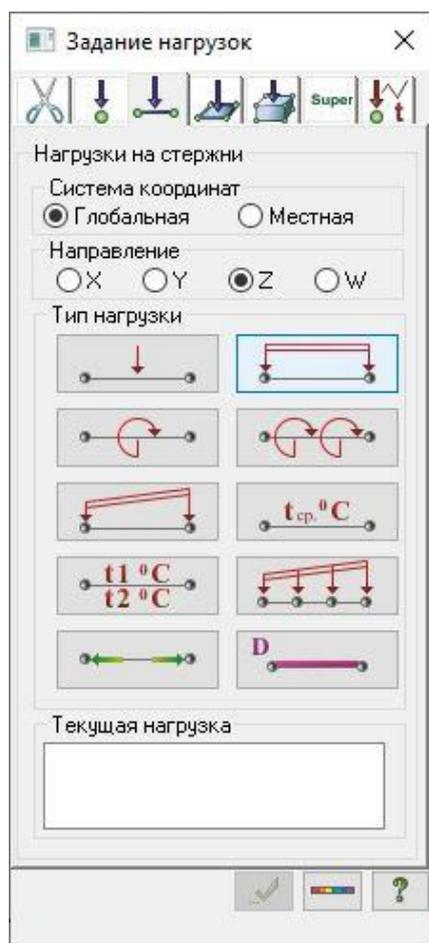

Рис.7.20. Диалоговое окно **Задание нагрузок**
- Вызовите диалоговое окно **Задание нагрузок** на закладке **Нагрузки на стержни** (рис.7.20) выбрав команду  – **Нагрузка на стержни** в раскрывающемся списке **Нагрузки на узлы и элементы** (панель **Нагрузки** на вкладке **Создание и редактирование**).